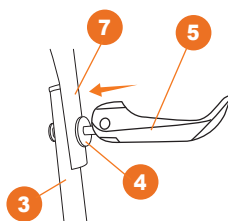

Рис. 4
- Соедините нижние части рукоятки **3** со средней **7** и закрепите быстрозажимным рычагом **5** (Рис. 4).